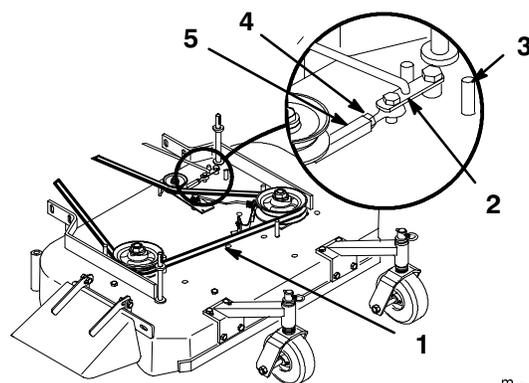

**Figure 46**
7. Embrayer la prise de force et contrôler l'écart entre le levier coudé et l'arbre de sortie de transmission (Fig. 46), qui doit être de 2 à 3 mm (1/16-1/8").
8. Retirer la goupille épingle et l'axe de chape du levier coudé. Visser ou dévisser la chape sur la tige pour réduire ou augmenter l'écart (Fig. 46).
9. Débrayer la prise de force. Si le bras auxiliaire ne touche pas la butée avant du plateau de coupe (Fig. 47), régler la chape pour rapprocher le levier de renvoi de l'arbre de sortie de transmission (Fig. 46).